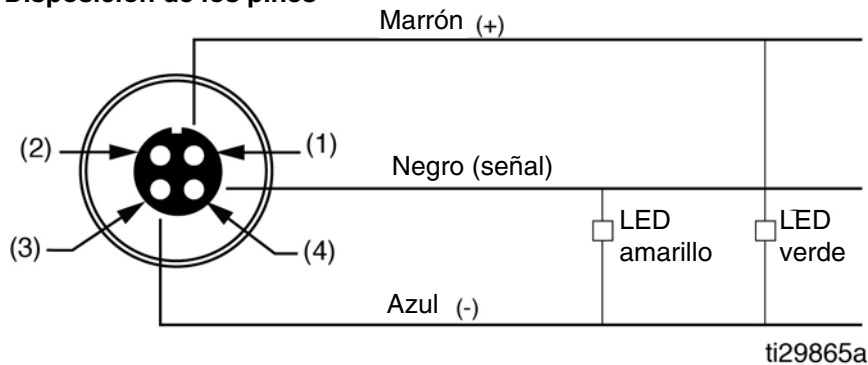

FIG. 2
2. Conecte los cables aéreos. Consulte FIG. 2.